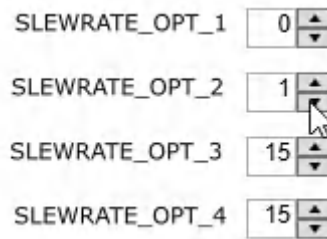

图 4-4. TICS Pro 中的 SLEWRATE_OPT# 分配示例
- a. 例如，如果需要两个最快的压摆率和最慢的压摆率，请将 0x0、0x1 和 0xF 分配给寄存器 SLEWRATE_OPT#。SLEWRATE_OPT1 = 0x0（最快）、SLEWRATE_OPT2 = 0x1（第二快）、SLEWRATE_OPT3 = 0xF（最慢）且 SLEWRATE_OPT4 = 0xF（最慢），如图 4-4 所示。